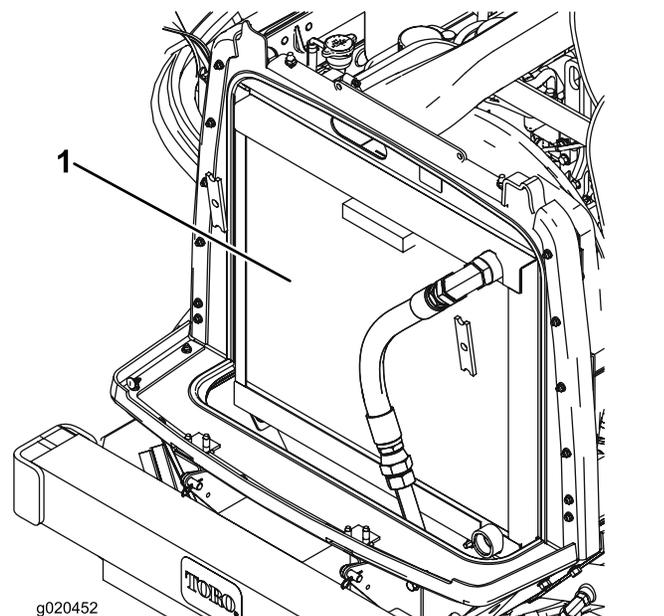

Bild 61
3. Reinigen Sie beide Seiten des Kühlers bzw. Ölkühlers (Bild 61) gründlich mit Druckluft.